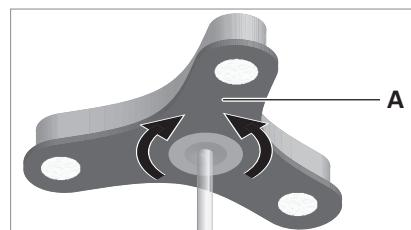

Fig. 13: Aligner la tête du luminaire.
- ▶ Tournez la tête du luminaire **A** autour de son axe, voir Fig. 13.